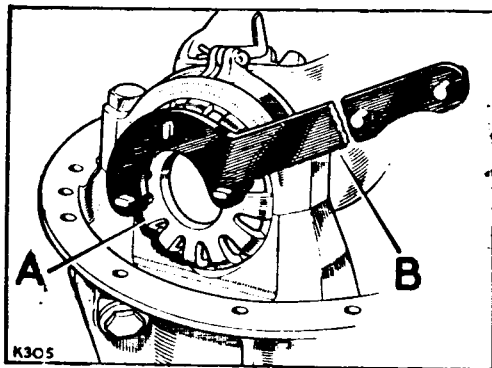

Fig. E1-60.- Ajuste de las tuercas con muesca
- 6.14.- Instalar las dos tuercas con muescas, A (Fig. E1-60), y las tapas de los cojinetes en los costados respectivos del diferencial; y apretar los tornillos de fijación de las tapas, pero no de una manera completa.